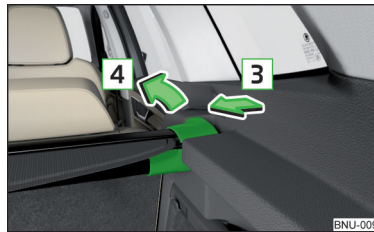

Fig. 142 Retirar la cubierta enrollable
- ▶ Presione en el lado de la barra transversal en la dirección de la flecha **3** y saque la cubierta en el sentido de la flecha **4** » fig. 142.